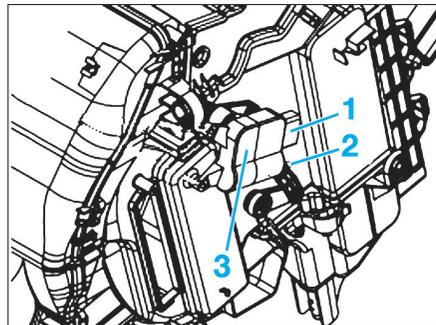

Fig. 35
- Débrancher le connecteur électrique (1) (Fig.35).
- Déposer les vis de fixation du moteur (2).
- Déposer le servomoteur de brassage d'air droit (3).